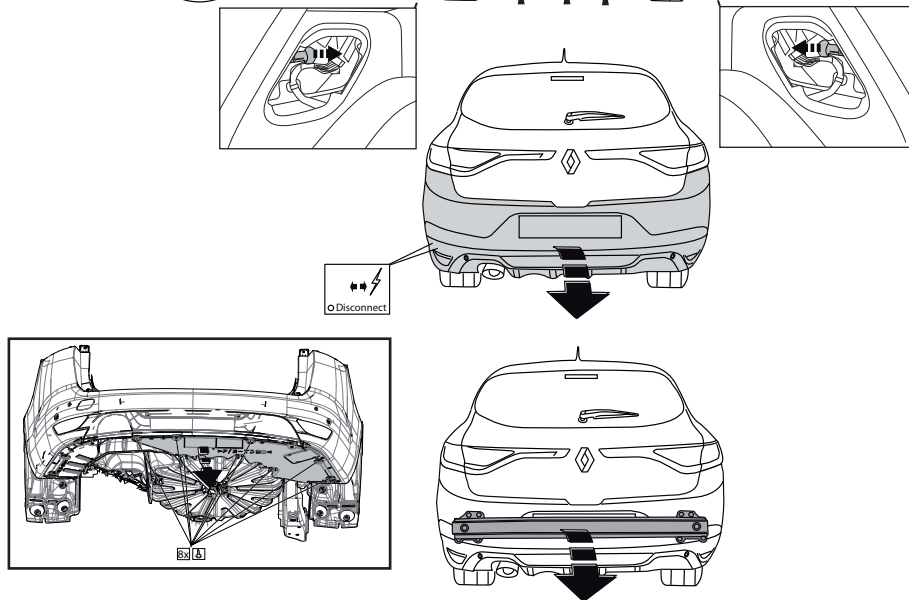

Fig. 1
1. Снять оба блока задних фар. Снять пластмассовые защитные колпаки. Снять бампер вместе со стальным буферным брусом автомобиля. См. рисунок 1.